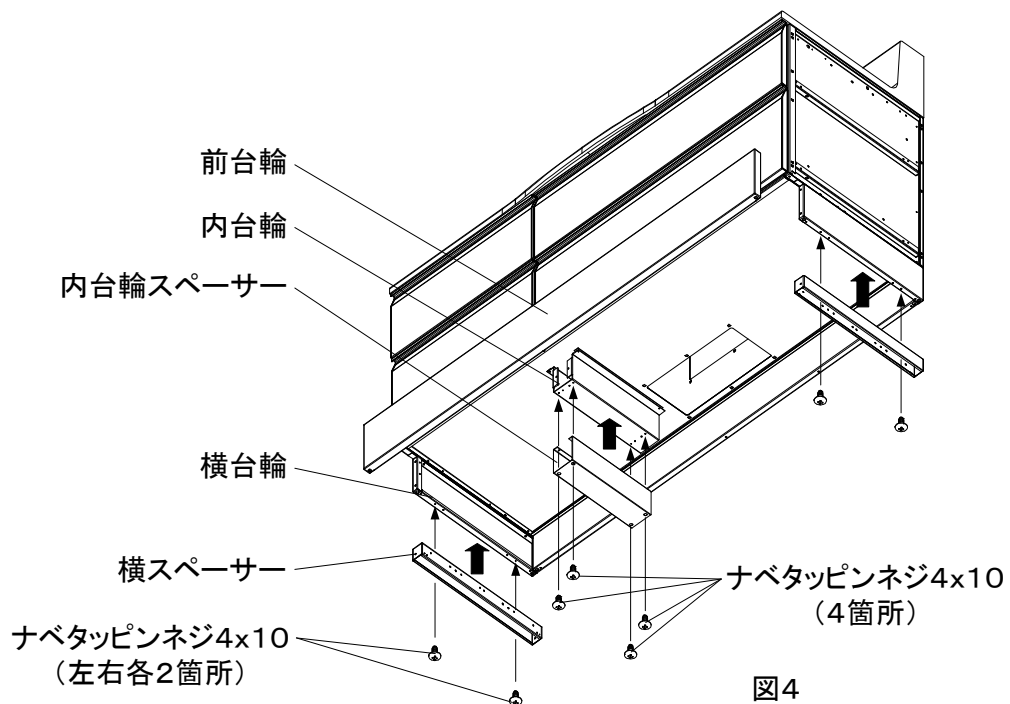

図4
②付属のネジで内台輪に内台輪スペーサーを取り付けてください。(図4)
①(1)で取りはずしたネジで台輪スペーサーの前台輪を取り付けてください。(図4・5)